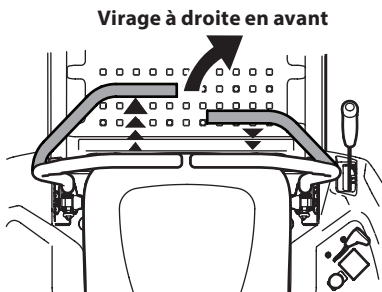

Figure 25
2. Pour tourner à droite, déplacez le levier de contrôle de conduite droit en arrière du levier gauche. Consultez la Figure 25.